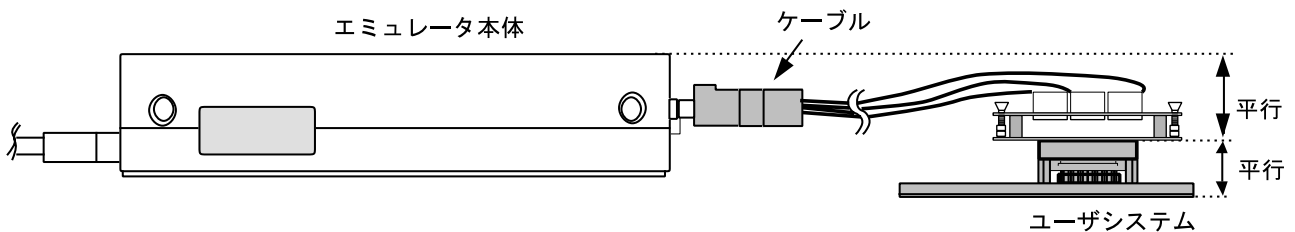

図11 設置例
- (1) ユーザシステムへの接続時には1ピン位置に十分注意して、誤接続は絶対にしないでください。
- (2) 本ユーザシステムインタフェースケーブルを使用する場合の推奨マウントパッド寸法は、MCU 実装用マウントパッド寸法とは異なりますので注意してください。
- (3) 本ユーザシステムインタフェースケーブルは、HS3L08EPI60H エミュレータ専用ですので、他のエミュレータ本体には使用しないでください。
- (4) ケーブル本体部が断線する可能性がありますので、本ユーザシステムインタフェースケーブルの上に重いものや金属等の角の尖ったものを置かないでください。
- (5) ユーザシステムに接続した状態では、ユーザシステムインタフェースケーブル、特にケーブル先端部に無理な力が加わらないように注意する必要があります。図11の設置例を参照してご使用ください。